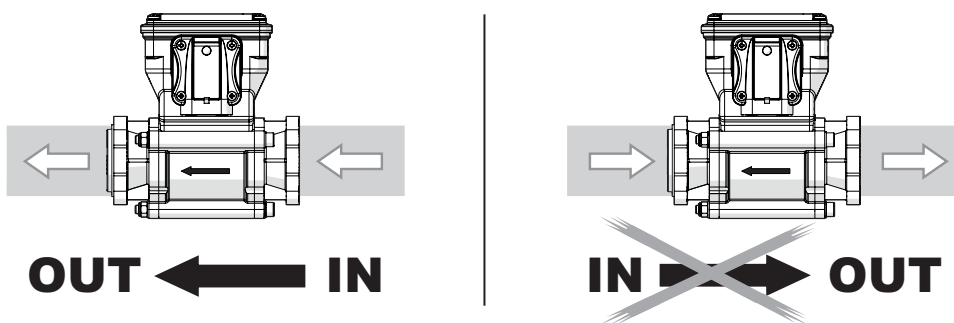

Рис. 6
- Соблюдайте правильное направление входа-выхода жидкости, как указано стрелкой, отпечатанной на корпусе расходомера (Рис. 6).